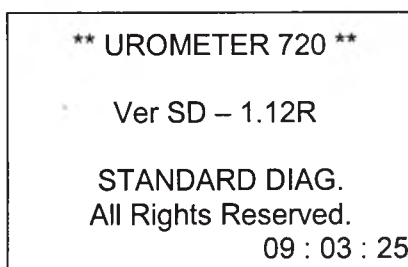

Рис. 5.1 Режим Stand By
Находясь в режиме Stand By (рис. 5.1), дважды нажмите клавишу **ESC**, прибор перейдет в меню установок System Control:
1) Измерение следует начинать из режима Stand By (рис. 5.1). Для выхода в этот режим нажмите клавишу **ESC**.
8) Дважды нажмите клавишу **ESC**, для возврата в режим Stand By (рис. 5.1).